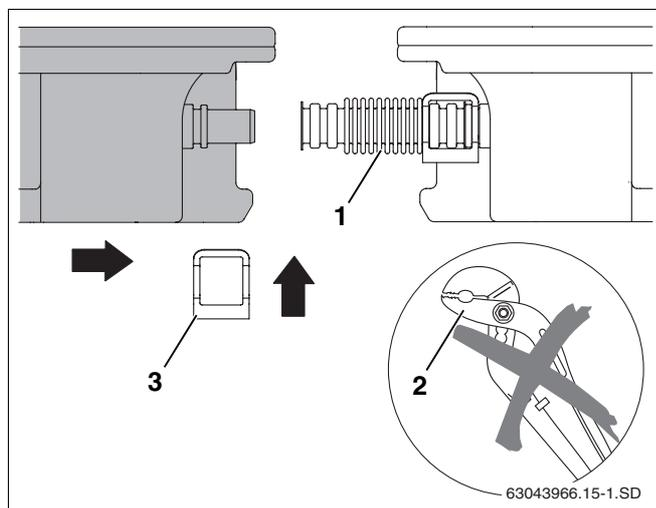

Fig. 26 Posizionamento del collettore contro il primo
- Non utilizzare alcun attrezzo ausiliario, quale può essere la tenaglia (fig. 26, **pos. 2**). Tali attrezzi potrebbero rendere inutilizzabile il raccordo per tubo ondulato.
- Spingere il secondo collettore contro il primo in maniera tale che gli attacchi del collettore si infilino nei raccordi per tubo ondulato (fig. 26, **pos. 1**) premontati del primo collettore.
- Innestare la seconda graffa (fig. 26, **pos. 3**) sul raccordo per tubo ondulato e sul collettore.